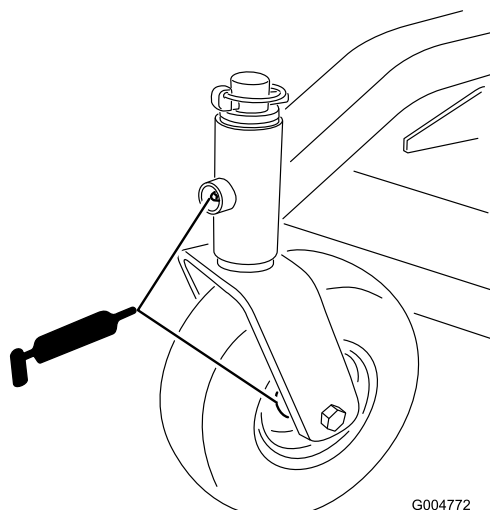

図 15
- 前キャストのスピンドルブッシュ 図 15
- 前後のキャストホイールベアリング 図 15